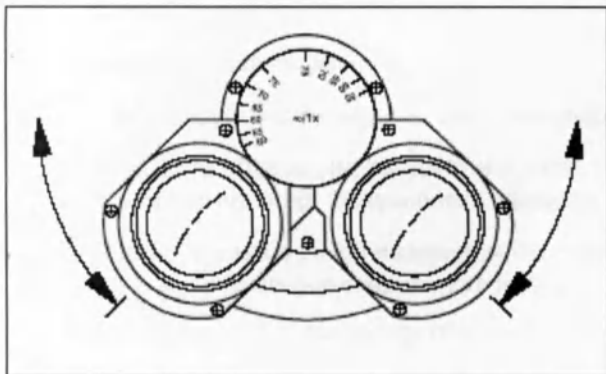

Рис. 12 Настройка расстояния между окулярами
- Расстояние между окулярами (межзрачковое расстояние) настраивается на индивидуальное межзрачковое расстояние пользователя путем симметричного вращения обеих окулярных трубок в противоположную сторону (рис. 12).